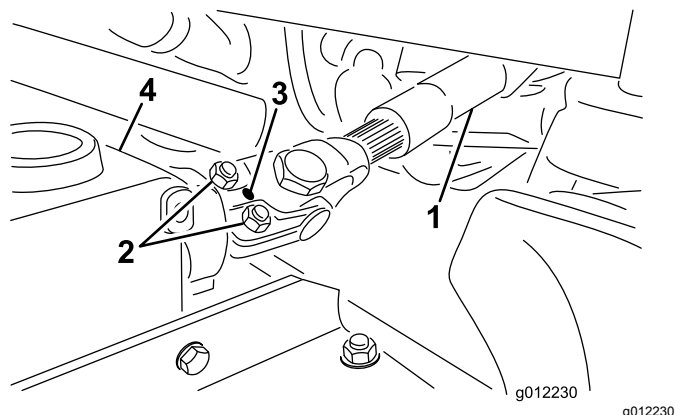

Figura 6
1. Inserite l'albero della presa di forza maschio nell'albero della presa di forza femmina (Figura 6). Allineate i fori di montaggio sull'albero di entrata della scatola ingranaggi ai fori sull'albero della presa di forza e unite i due alberi.
2. Fissateli con un perno a rullo (Figura 6).
3. Serrate i bulloni e i dadi (Figura 6).